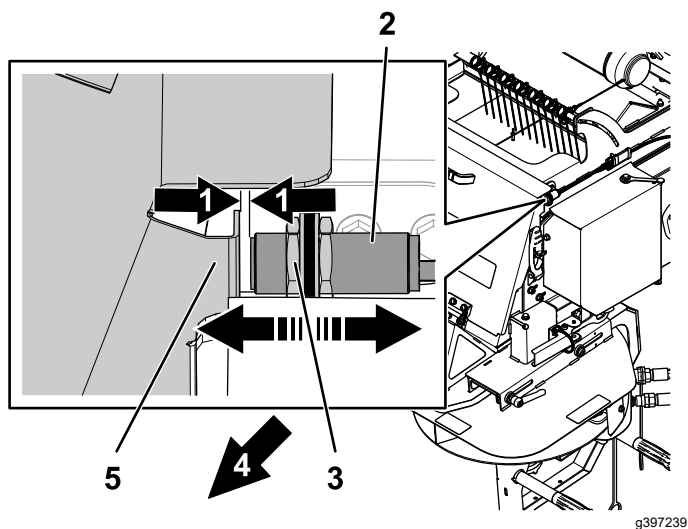

図 10
8. ホッパーのドアとセンサーとの間の距離を3mmに調整する【図10】のように調整ナットで調整する。すき間が6mmを超えてはいけない。